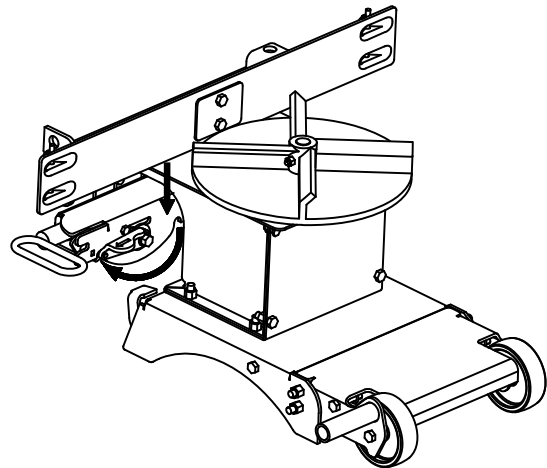

Bild 12. Hebel Rotation
6. Drehen Sie den Entriegelungs-Hebel im Uhrzeigersinn auf die "OFF" Position, siehe Bild 12.